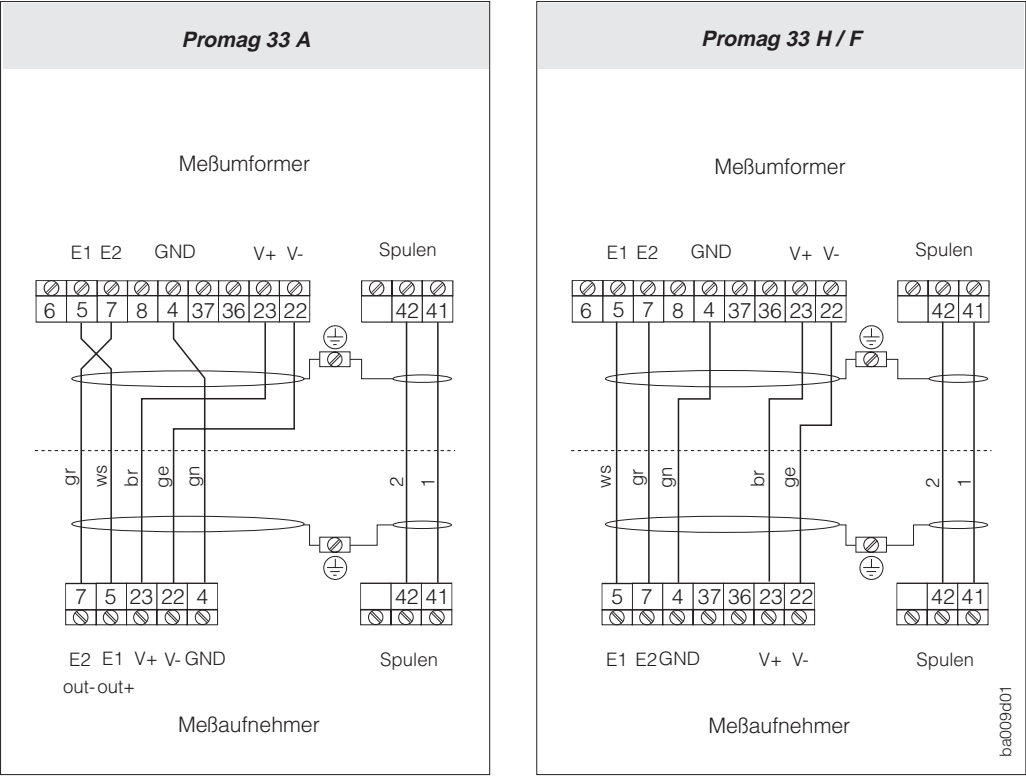

Abb. 25
4. Verdrahtung zwischen Meßaufnehmer / Meßumformer gemäß den elektrischen Anschlußplänen (s. Abb. 25) vornehmen.